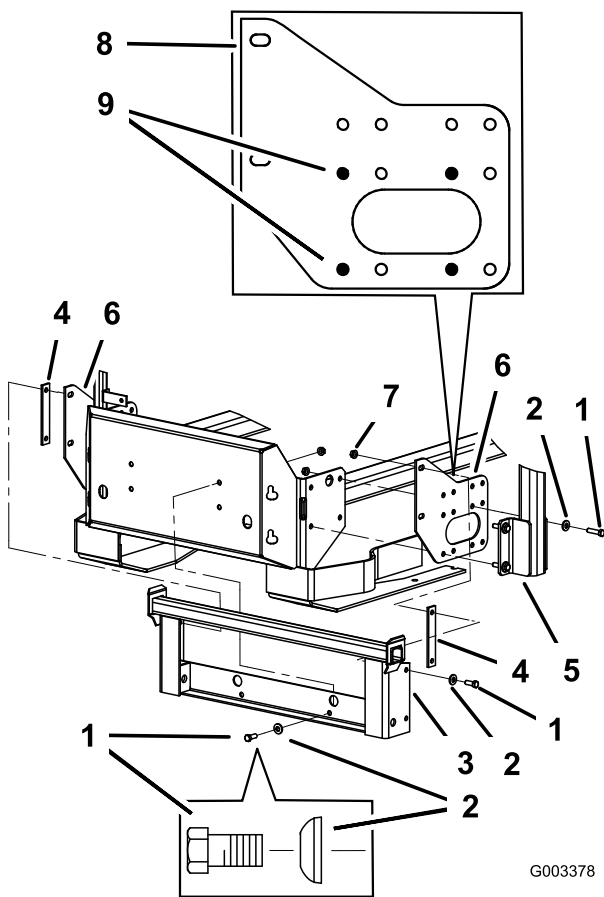

Figure 6
1. Déposez les boulons, écrous et rondelles de fixation de l'arceau de sécurité d'un côté de la machine. Mettez au rebut les écrous, boulons et rondelles (Figure 4, Figure 5 et Figure 6).
2. Montez la plaque latérale du système de ramassage et la partie arceau de sécurité sur le côté de la machine au moyen de 4 boulons (3/8 x 1-1/2 po), 4 rondelles bombées (3/8 po) et 4 écrous à embase (3/8 po), comme montré à la Figure 4, la Figure 5 et la Figure 6.
3. Répétez les opérations ci-dessus de l'autre côté de la machine (Figure 4, Figure 5 et Figure 6).
Remarque: Vérifiez que les rondelles bombées sont montées comme montrées sur la Figure 4, la Figure 5 et la Figure 6.
4. Montez le support de fixation du système de ramassage sur les supports gauche et droit au moyen de 4 boulons (3/8 x 1-1/2 po), 4 rondelles bombées (3/8 po) et 4 écrous à embase (3/8 po), comme montré à la Figure 4, la Figure 5 et la Figure 6.
5. Montez le support de fixation du système de ramassage sur le cadre arrière au moyen de 2 boulons (3/8 x 1-1/2 po) (utilisez 2 boulons [3/8 x 1 po] pour les modèles Z593, comme montré à la Figure 5), 2 rondelles bombées (3/8 po) et 2 écrous à embase (3/8 po), comme montré à la Figure 4, la Figure 5 et la Figure 6.
- Si le support du système de ramassage se déplace latéralement de 0,32 cm (1/8 po) ou plus, placez une ou les deux rondelle(s) entre le support et les plaques latérales (Figure 4, Figure 5 et Figure 6).